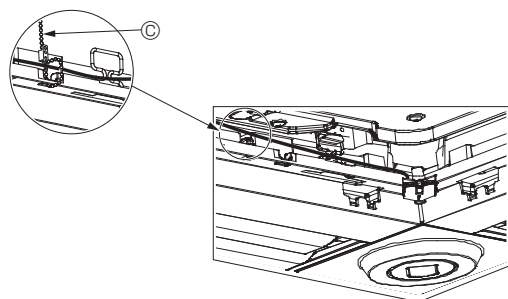

Fig. 10-12
- Fixați cablurile senzorului i-See și receptorului de semnal la panou folosind elementul de prindere, așa cum este indicat în diagramă, pentru ca acestea să nu fie slăbite, apoi tăiați capătul în exces al elementului de prindere. (Fig. 10-12)
- Dacă poziția senzorului i-See a fost modificată din poziția „o” (E) în poziția „□” (F), modificați setările de funcționare. (Consultați pagina 13.)